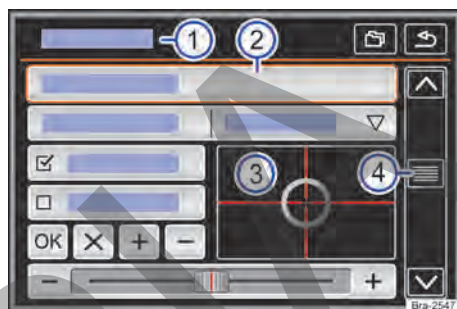

Fig. 108 Representación esquemática: cuadro general de los posibles botones de función en el display.
El equipo está equipado con touchscreen (pantalla táctil) → fig. 108 ③.
Los botones de función inician funciones o abren otros submenús. En submenús se indica, en la línea del título, el menú actualmente seleccionado → fig. 108 ①.